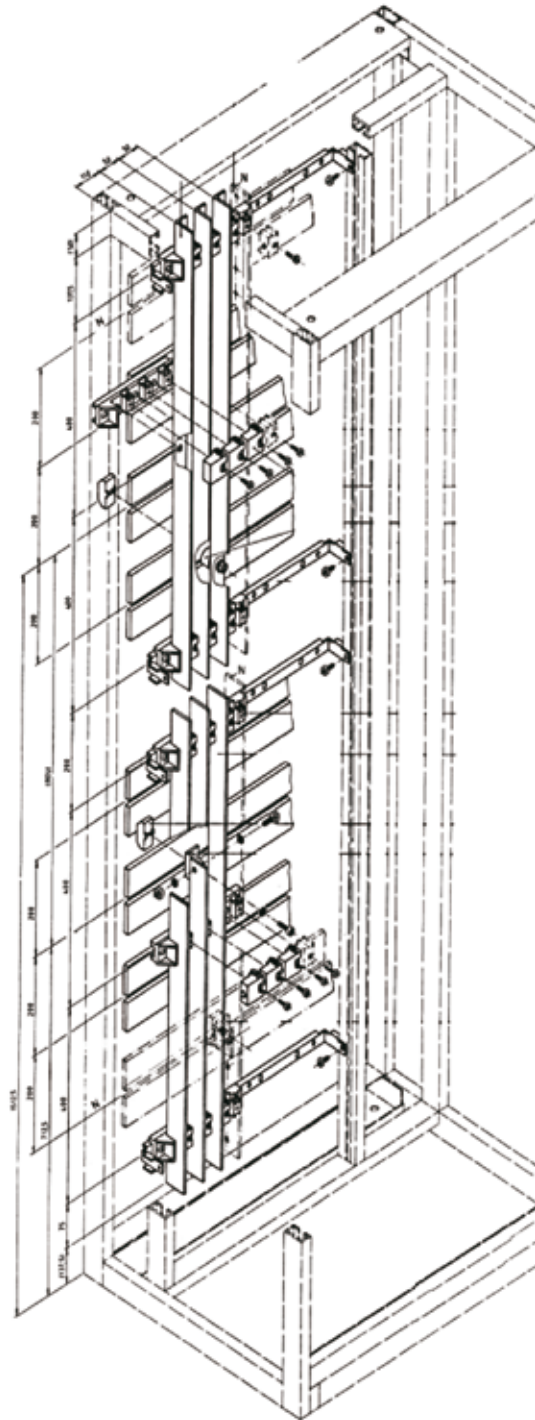
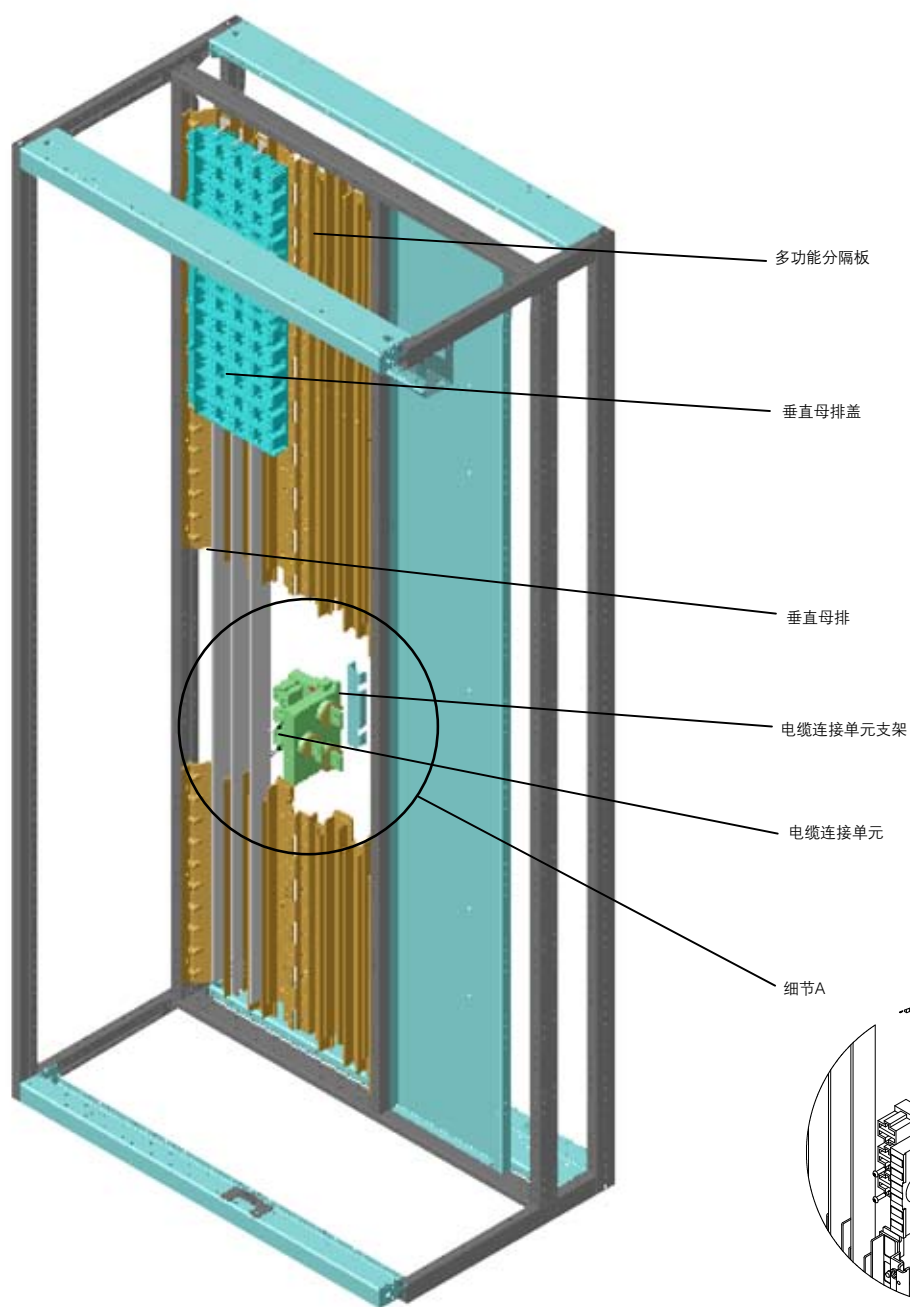
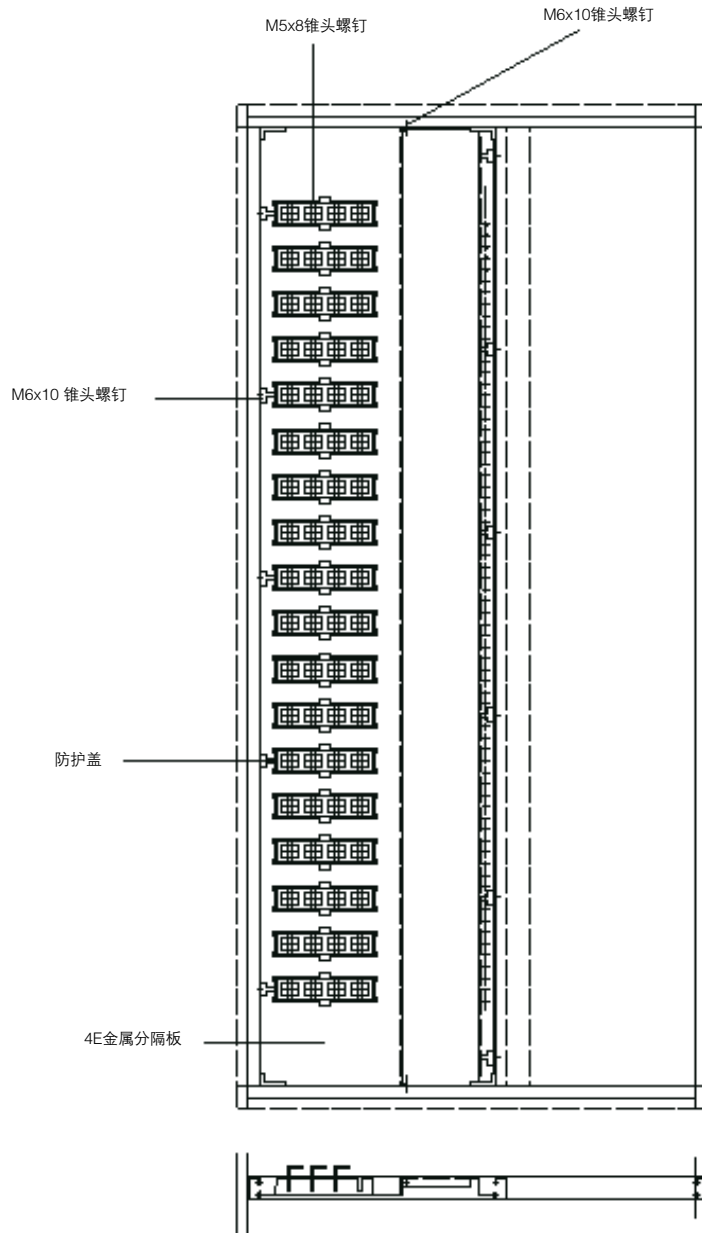

图 5
图. 6
图. 7
- 配电母线 (见图.5, 6和 7)
- 在固定式、插入式、隔离式和轨道式模块设计中，垂直母排分布在母线小室内(见图.5)。对于插入式、隔离式和轨道式模块，可以使用金属分隔板(见图.7)取代多功能板(见图.6)。如果使用金属分隔板，可触及的部分配电母线则需要用保护盖板挡住(防护等级IP20)。